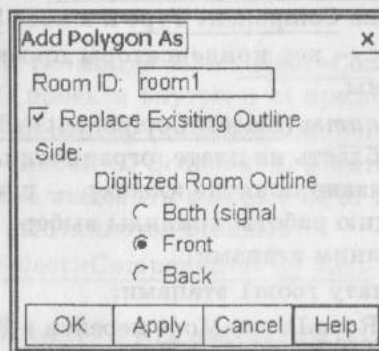

Рис. 1.11. Окно установки слоя размещения полигона
- щелкнуть ЛК в точках: 75/105,75; 121/25 и 120/121,25 — щелкнуть правой кнопкой мыши и, выбрав строку Define Polygon As Room, нажать OK — комната будет построена и откроется окно Add Polygon As Room (рис. 1.11);
- установить параметры окна, как показано на рис. 1.11 и нажать кнопку ОК.